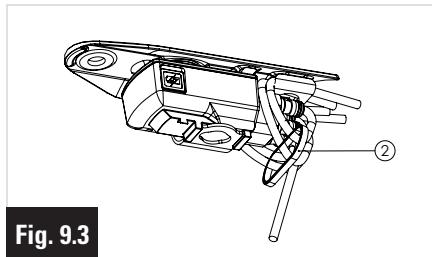

Fig. 9.3
- 7- 7- Pase una brida de plástico ② alrededor de los 4 cables bajo el conector para mantenerlos juntos. No incluya el cable que va dentro del cuadro (Fig. 9.3)